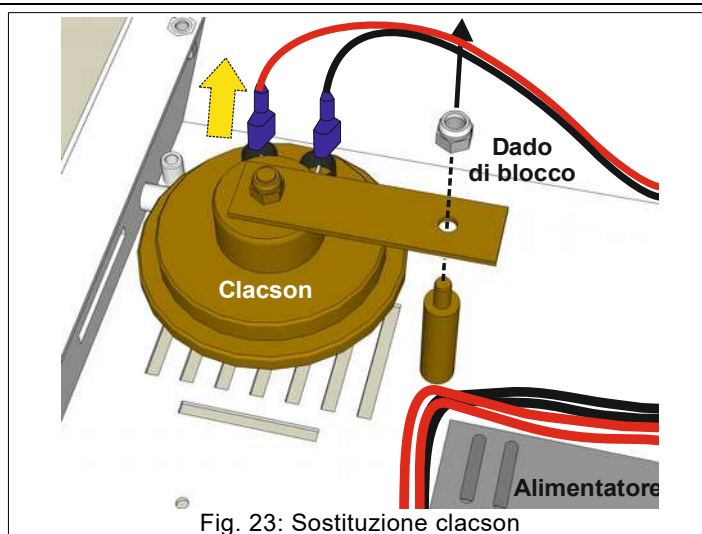

Fig. 23: Sostituzione clacson
2. Individuare il Clacson (Fig. 23) da sostituire, scollegarne i cavi (rosso: +, nero: -) dai due connettori.